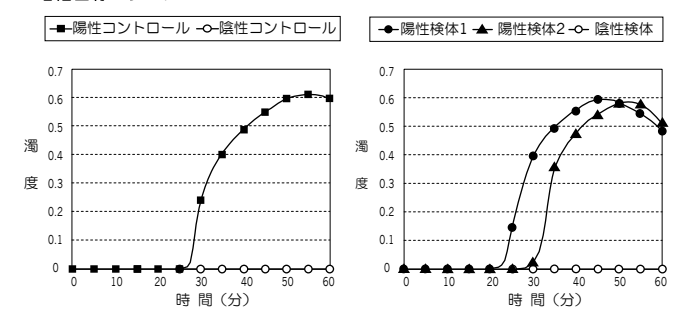

図1. コントロールの増幅曲線パターン 図2. 検体の増幅曲線パターン\*3
- (2) 表示温度が65℃に達していることを確認します。
- (3) 調製、分注済みの反応チューブをセットして速やかに測定を開始します。
- (4) 装置の表示画面上で陽性コントロールと陰性コントロールの濁度の有無を確認します。陽性コントロール: Positive Control Cam (PC Cam) で濁度が上昇し、陰性コントロール: Distilled Water (DW) で濁度が上昇していなければ、LAMP反応は正常に進行しています。それ以外の場合には、増幅反応が適切に進行していない可能性があるため、試薬調製からの再検査を実施してください。(図1)